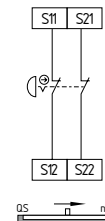

Fig. 13
**Circuit d'arrêt d'urgence à 1 canal avec organes de commande selon ISO 13850 et IEC 60947-5-5 (Fig. 13)**
**Circuit d'arrêt d'urgence à 2 canaux avec organes de commande selon ISO 13850 et IEC 60947-5-5 (Fig. 13)**